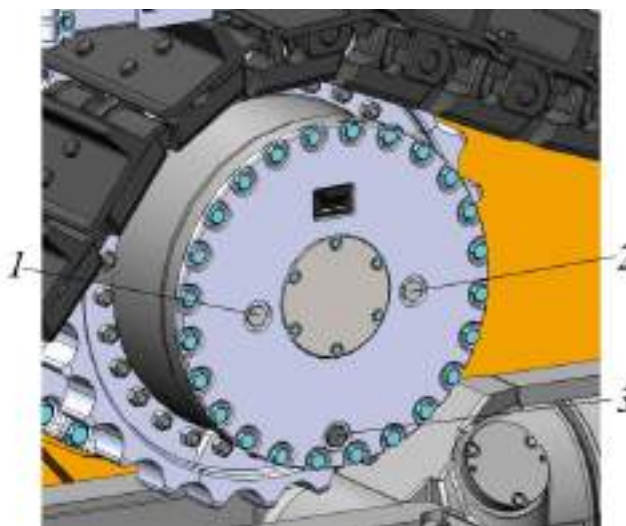

Рисунок 5.148. Процедура замены масла в бортовом редукторе
- ▶ Двигая машину назад и вперед установить редуктор в позицию, когда пробка для слива масла 3 будет находиться в крайнем нижнем положении (ориентирована на 6 часов). Пробки (магнитные стержни) 1 и 2 располагаются на горизонтальной чуть ниже центра, см. рис. 5.148.
- ▶ Ключом  на 40 ослабить резьбовые пробки отверстий 1 и 2, рис. 5.148, для сброса избыточного давления.